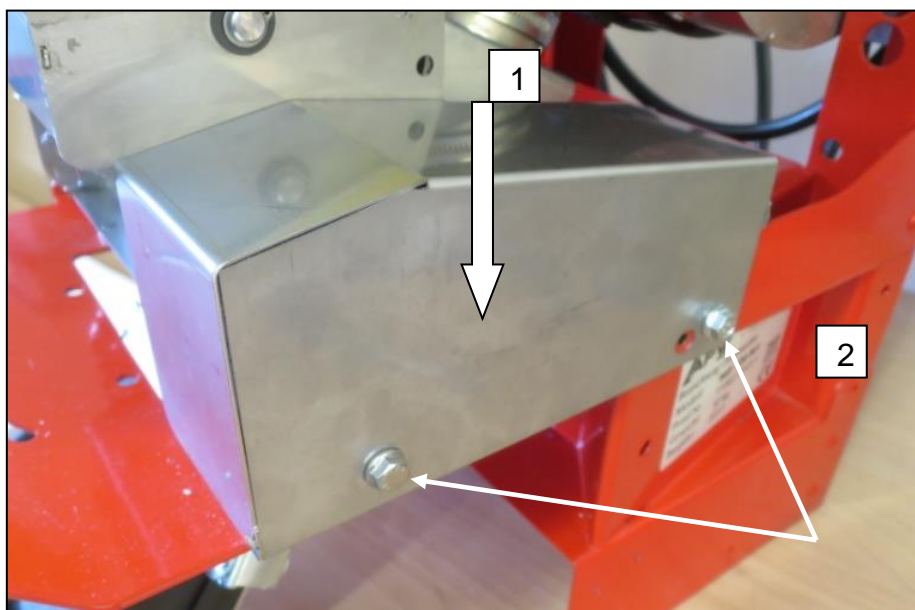

Abb.: 85
- Zum Montieren des Säwellenmotordeckels, stecken Sie diesen von oben herab **1** über den Säwellenmotor und fixieren ihn mit den vorhandenen Schrauben **2** (Abb.: 85).